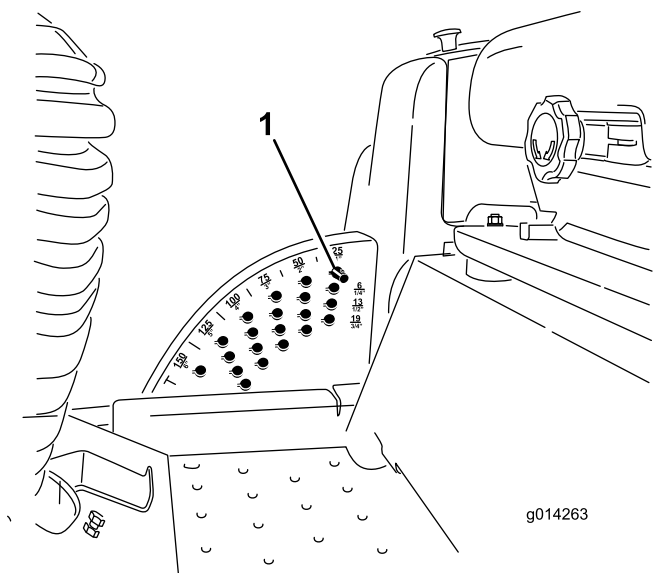

Figura 19
1. Con el motor en marcha, presione hacia atrás el interruptor de elevación de la carcasa hasta que la unidad de corte esté elevada del todo y **suelte el interruptor inmediatamente**, tal y como se muestra en la Figura 19.
2. Gire el pasador de altura de corte hasta que el nervio quede alineado con las ranuras de los taladros del soporte de altura de corte, y retire el pasador (Figura 19).
3. Seleccione un taladro del soporte de altura de corte que corresponda a la altura de corte deseada, inserte el pasador y gírelo para bloquearlo en esa posición (Figura 19).
Nota: Hay cuatro filas de taladros (Figura 19). La fila superior corresponde a la altura de corte impresa encima del pasador. La segunda fila corresponde a la altura impresa más 6 mm. La tercera fila corresponde a la altura impresa más 13 mm. La fila inferior corresponde a la altura impresa más 19 mm. Para la posición de 15,8 cm hay un solo taladro, situado en la segunda fila. Esta posición no añade 6 mm a la altura de 15,8 cm.